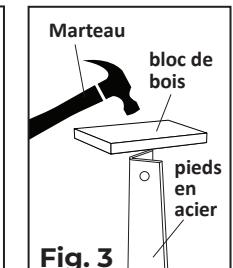

Fig. 3
- À l'aide d'un marteau et d'un bloc de bois, enfoncez chaque pied dans la douille conique jusqu'à ce qu'il soit bien fixé (voir la fig. 3).